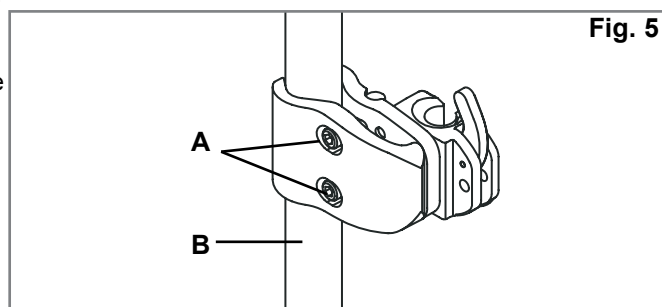

Fig. 5
3. Bevestig de bevestigingsbeugels. (Fig. 5)
- a. Maak de klemmen los (A) met de bijgeleverde 4 mm inbussleutel. OPMERKING– bij buizen met een grote diameter is het wellicht noodzakelijk de klemmen helemaal te verwijderen.
- b. Bevestig de beugel en breng deze in lijn met de rugbuizen van de rolstoel (B).
- c. Draai de klemmen handmatig aan (A). OPMERKING: beugels moeten later wellicht lateraal worden aangepast zodat ze goed in lijn zijn.